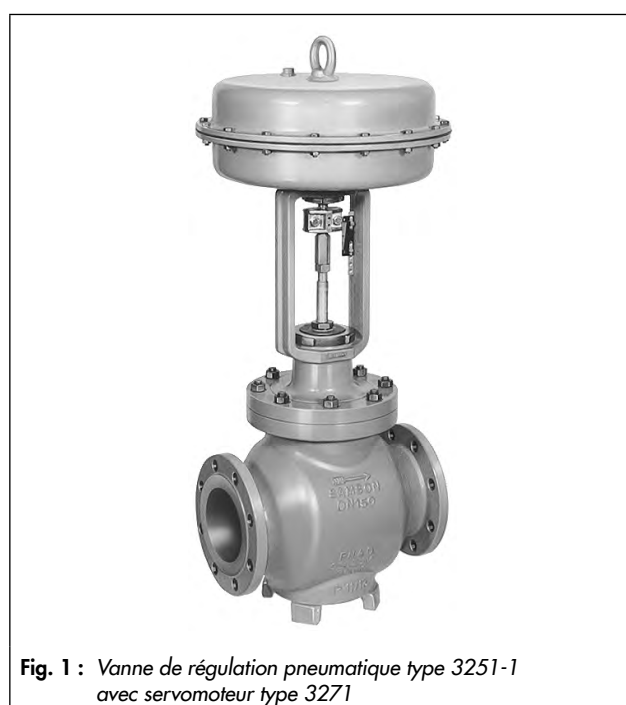

Fig. 1 : Vanne de régulation pneumatique type 3251-1 avec servomoteur type 3271
- **Type 3251-1** (Fig. 1) · Vanne type 3251 et servomoteur type 3271 d'une surface de 350 à 2800 cm² (cf. fiches techniques ▶ T 8310-1, ▶ T 8310-2 et ▶ T 8310-3)